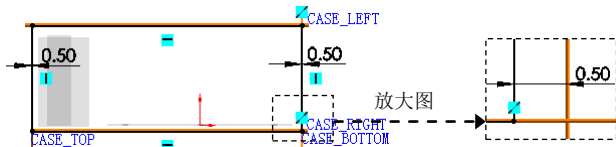

图 17.4.4 草图
Step2. 完成上步操作后, 系统将自动选择“草图绘制”命令。选择 CASE_BACK 为草图平面, 绘制图 17.4.4 所示的草图。